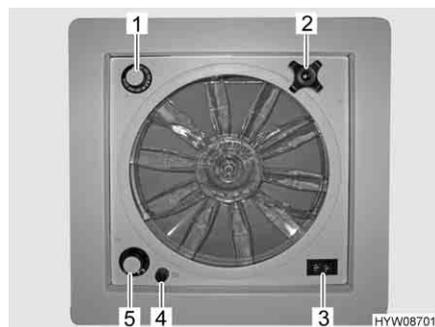

Fig. 53 Oblò con ventilatore
▷ Un fusibile da 4 A (Fig. 53,4) protegge da sovraccarico il motore del ventilatore. Se si verifica un sovraccarico: Per prima cosa individuare ed eliminare la causa (ad es. il ventilatore è sporco), poi sostituire il fusibile.
**Apertura oblò:** ■ Ruotare la maniglia girevole (Fig. 53,2), finché non si raggiunge l'angolo di apertura desiderato.
**Aerazione/sfiato:** ■ Portare l'interruttore a levetta (Fig. 53,3) su "Aerazione" (flusso d'aria dall'esterno verso l'interno) o "Sfiato" (flusso d'aria dall'interno verso l'esterno).
**Spegnimento del ventilatore:** ■ Portare l'interruttore a levetta (Fig. 53,3) sulla posizione centrale.
- Posizionare l'interruttore girevole (Fig. 53,5) sul grado desiderato:
- Ruotare il termostato (Fig. 53,1) fino alla battuta in direzione "blu".
- Ruotare il cappuccio nero (Fig. 53,4) di un quarto di giro in senso antiorario.